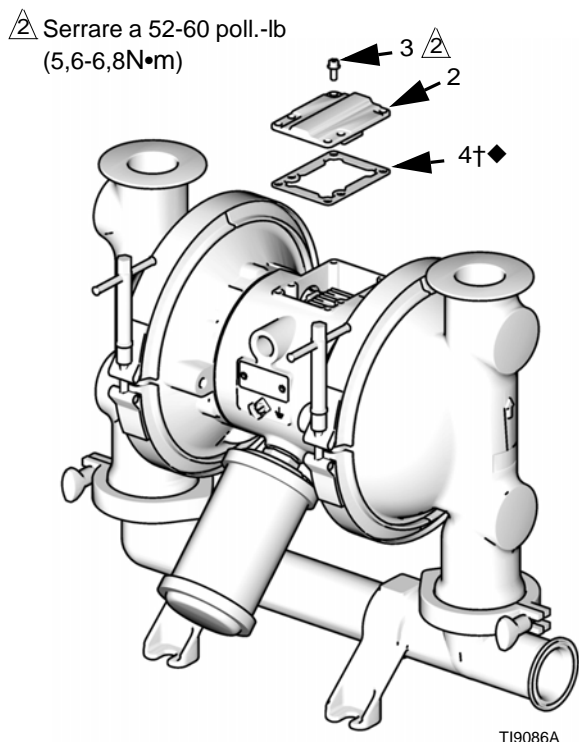

FIG. 5
2. Con un cacciavite torsiometrico (T20) o una chiave fissa a tubo da 7 mm (9/32 poll.), rimuovere le sei viti (3), la copertura della valvola pneumatica (2) e la guarnizione (4). Fare riferimento alla FIG. 5.
10. Allineare la guarnizione della valvola (4†◆) e il coperchio (2) con i sei fori nel corpo centrale (1). Fissare con sei viti (3) utilizzando un cacciavite Torx (T20) o una chiave a tubo da 7 mm (9/32 in.). Serrare fino a 52-60 poll.-lb (5,6-6,8 N•m). Fare riferimento alla FIG. 5.